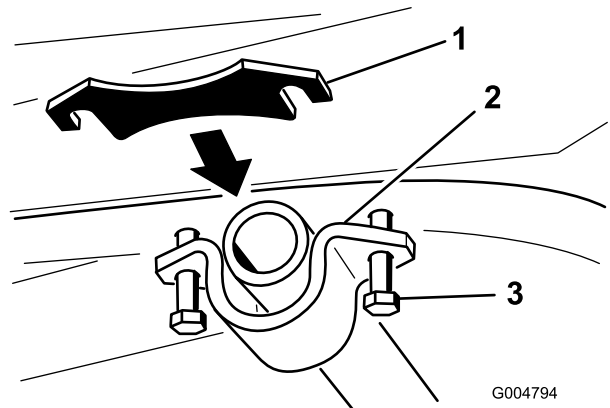

Figura 21
6. Montare i rasamenti necessari come illustrato nella Figura 21. Allentare i bulloni che fissano la staffa del tubo orientabile per ottenere un'apertura tra il telaio e la staffa stessa. Montare i rasamenti e serrare tutti i dispositivi di fissaggio.